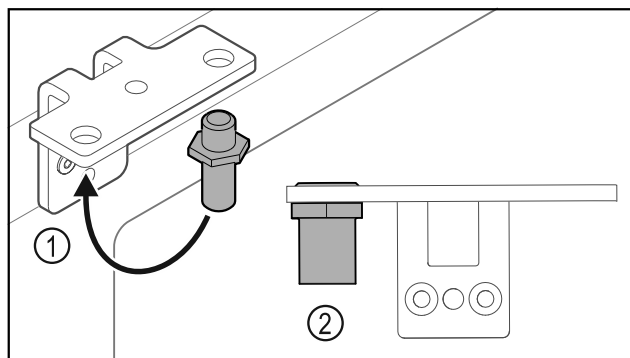

Fig. 34
- Bolzen Fig. 34 (1) im Scharnierwinkel umsetzen.
- Bolzen Fig. 34 (2) mit **Drehmoment von 12 Nm (9 ft-lb)** anziehen.